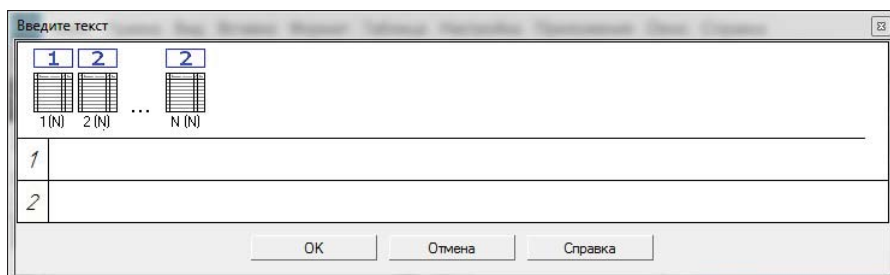

Рис. 15.14. Диалоговое окно **Введите текст**
- ♦ в **Строке меню** выполните команды **Управление** ► **Спецификация** ► **Спецификация на листе** ► **Название** — система выведет на экран диалоговое окно **Введите текст** (рис. 15.14);